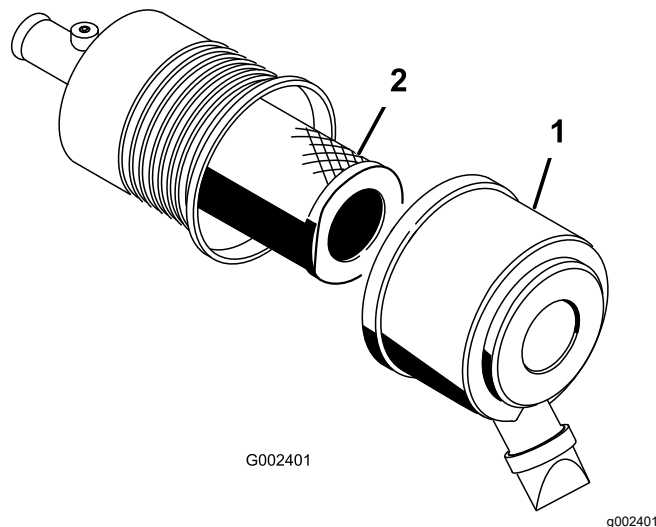

Figura 50
2. Rilasciate i fermi che fissano il coperchio del filtro dell'aria al relativo corpo (Figura 50).
3. Togliete il coperchio dal corpo del filtro dell'aria (Figura 50).
5. Togliete il filtro e sostituitelo (Figura 50).